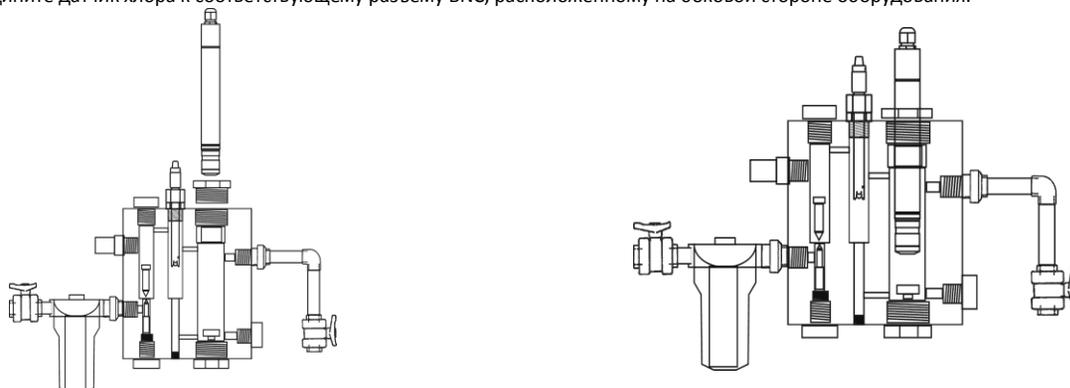

Рисунок 13 EXT-2 (Рисунок 3.2)
1. Установите прилагаемый датчик хлора в соответствующие пазы держателя. (Рисунок 13).